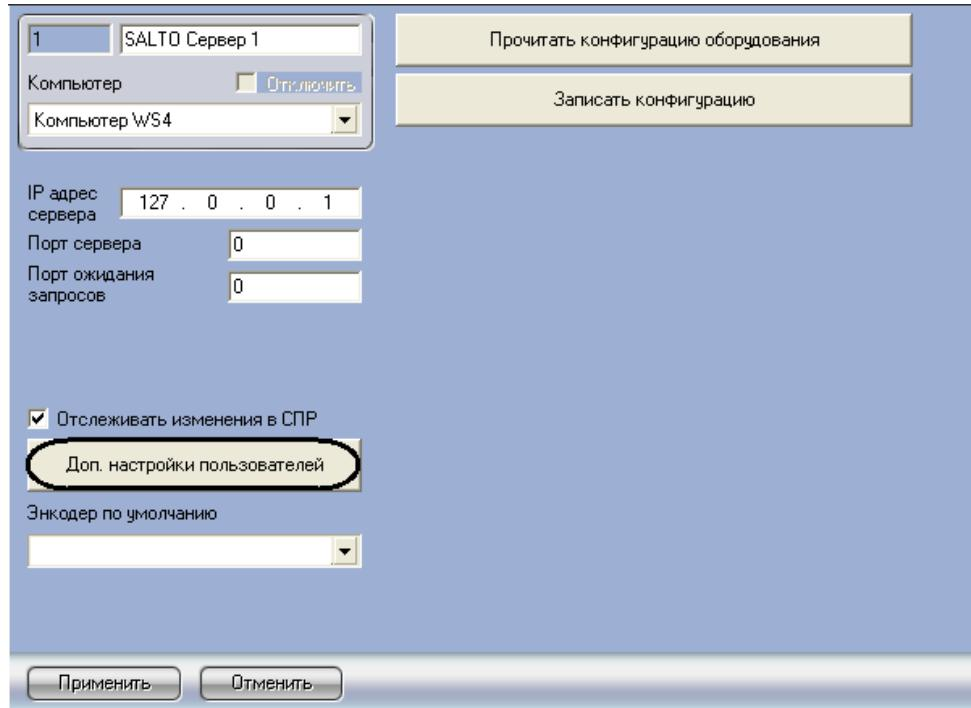

Рис. 3.3—5 назначение пользователям прав доступа
- Перейти на панель настроек объекта **SALTO Сервер** (Рис. 3.3—5).
- Нажать на кнопку **Доп. настройки пользователей** (см. Рис. 3.3—5).